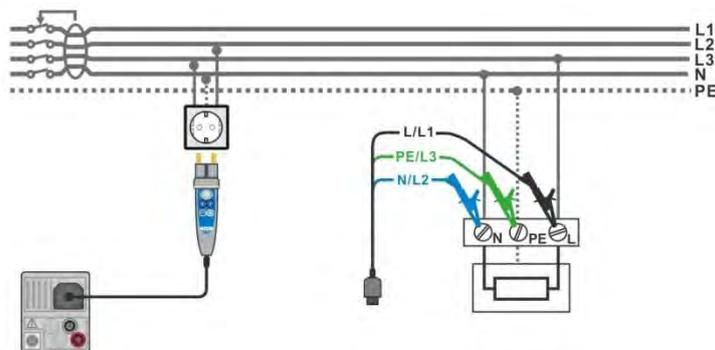

Abbildung 8.7: AUTO TN (RCD) Messung
- › Schließen Sie die Prüflinien oder den Commander Prüfstecker am Prüfling an, siehe **Abbildung 8.7**.